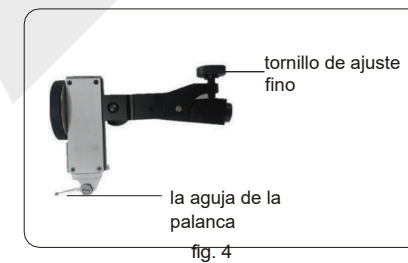

fig. 4
- Precaución: Para evitar el error de medición causado por la elasticidad del ajuste fino, la aguja de la palanca y el tornillo de ajuste fino deben situarse en el lado opuesto (fig. 4); Durante el trabajo, ajuste el tornillo de ajuste fino de modo que el componente 1 quede entre la parte superior de la rosca y la mitad de la rosca; para aumentar la elasticidad del cabezal, no deje que el componente 1 quede en la parte inferior de la rosca (fig. 5).